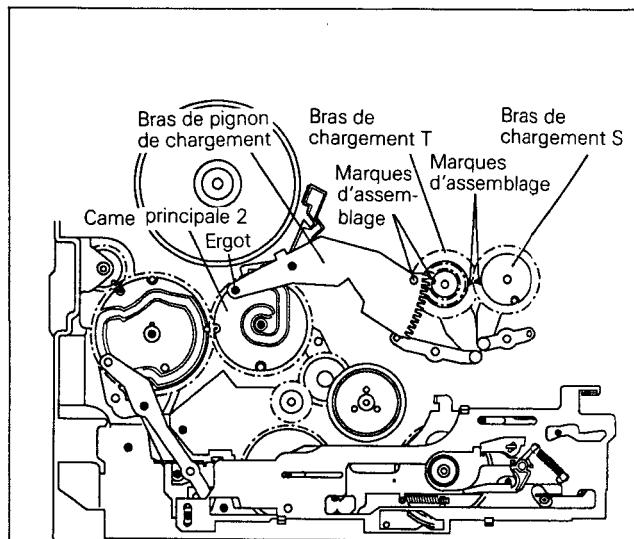

Fig. 2-17-2
- E. Démonter le circlip et retirer le bras du pignon de chargement. (Voir Fig. 2-17-2)